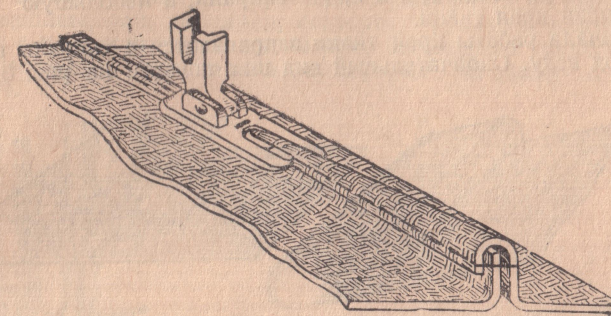

Рис. 31.
4. Заправляют ткань вторично в запошиватель, который производит вторую подшивку (рис. 31).